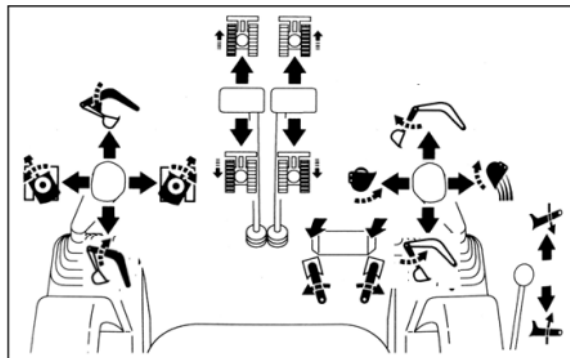
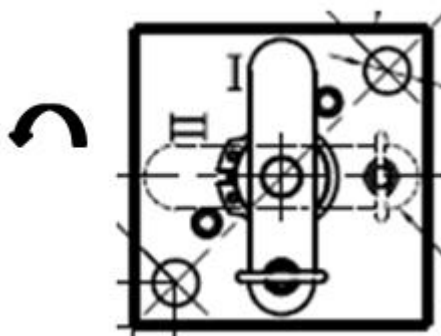

FIG. 3.2.5
FIG. 3.2.6
Deschideți ușa cu balamale a capacului carcasei, situată în partea stângă, conform FIG. 3.2.5, supapa de comutare a funcționării stânga și dreapta ① se află, respectiv, în partea stângă jos a platformei. Scoateți inelul de siguranță și știftul, rotiți comutatorul în sens invers acelor de ceasornic la 90° până în poziția II prezentată în FIG. 3.2.6 și depresați inelul de siguranță. Modul de funcționare se schimbă din modul unu în modul doi. Funcția de control-pilot stânga și dreapta se modifică după cum urmează: